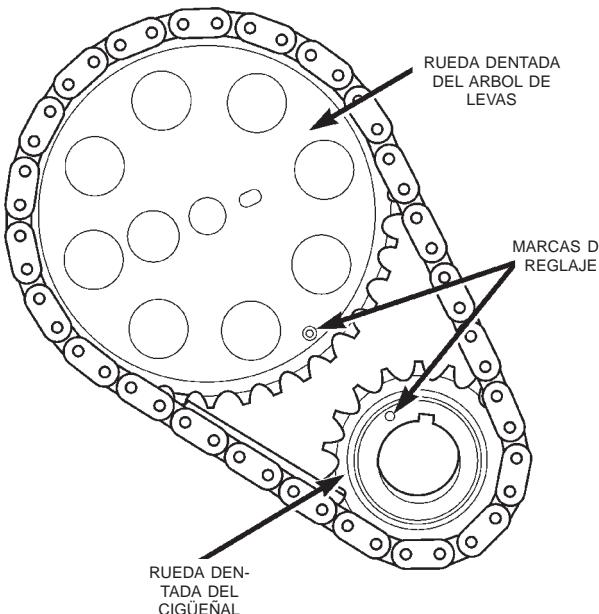

Fig. 45 Verificación de instalación del árbol de levas, cigüeñal—característica
(5) Lubrique el árbol de levas con un suplemento de aceite de motor de Mopar®, Mopar® Engine Oil Supplement, o equivalente.
(6) Instale con cuidado el árbol de levas para evitar daños en los cojinetes.
(7) Emplace la placa de empuje e instale los dos tornillos de retén. Apriételos con una torsión de 24 N·m (18 lbs. pie).
(8) Instale la rueda dentada del árbol de levas, la rueda dentada del cigüeñal y la cadena de distribución con las marcas de reglaje alineadas. Instale el perno de la rueda dentada.
(9) Apriete el perno y la arandela de la rueda dentada del árbol de levas con una torsión de 68 N·m (50 lbs. pie).
(10) Para verificar la instalación correcta de la cadena de distribución, gire el cigüeñal dos vueltas completas, después coloque en posición la marca de reglaje de la rueda dentada del árbol de levas, tal como se muestra en la (Fig. 45). Cuente la cantidad de pasadores de cadena que hay entre las marcas de reglaje de las dos ruedas dentadas. Debe haber 21 pasadores.